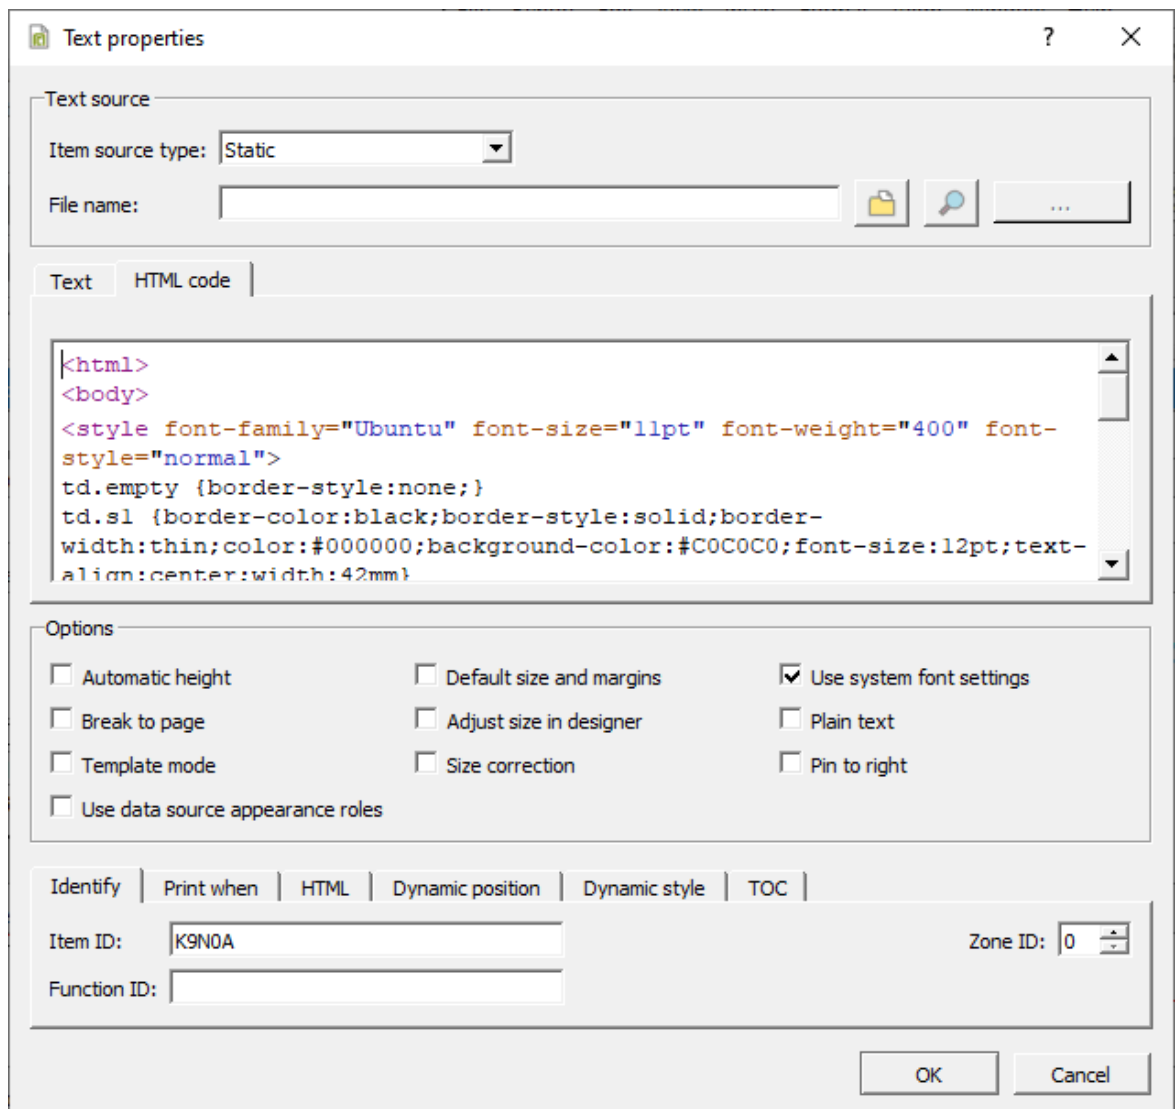

Рисунок 328 - HTML-таблица
3. В области **HTML code** (Рисунок 328) добавьте код: